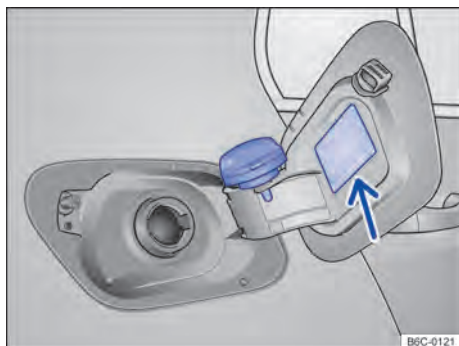

Fig. 140 Portinhola do tanque de combustível aberta com a tampa do tanque de combustível pendurada.
- Remover a tampa do tanque girando-a no sentido anti-horário e encaixá-la no suporte na portinhola do tanque → Fig. 140.